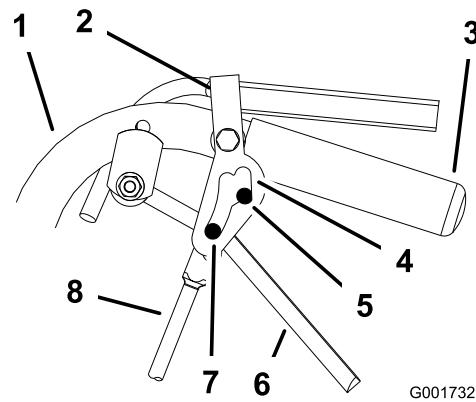

Figure 43
- Déverrouillez et verrouillez le point mort en vérifiant que la roue ne tourne pas (Figure 43). Continuez cette procédure jusqu'à ce que la roue arrête de tourner.